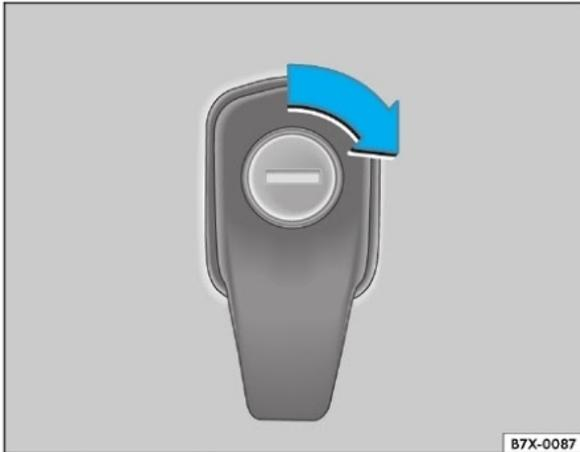

Fig. 27 Tampa do compartimento de bagagem: abertura
- Introduza a chave e gire-a no sentido horário ⇒ fig. 27 -seta-, até destrancá-la.